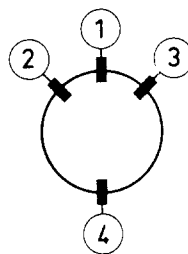

Fig. 4c
5. Posizionare ora il cuneo (4) come in Fig. 4c o 5c e premere in modo che aderisca al cinescopio.